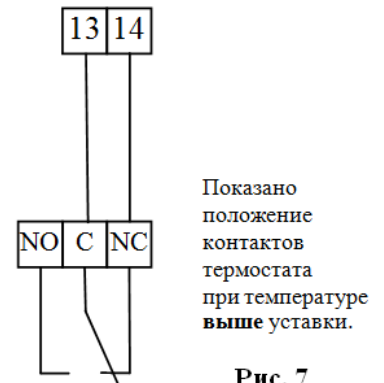

Рис. 7
- Термостат защиты от замерзания (нормально замкнутый контакт) подключить к клеммам 13 и 14 клеммника X1 (рис. 7). При температуре ниже уставки его контакты должны размыкаться.